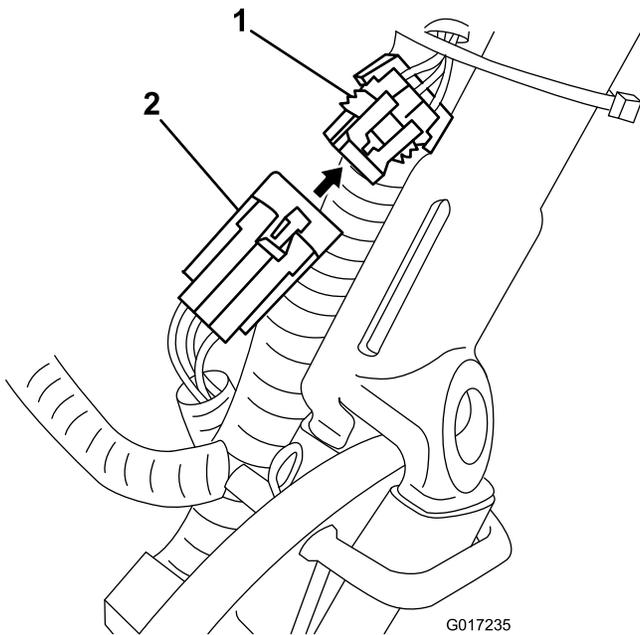

Bild 14
3. Schließen Sie den kleinen Anschluss an der Packung zum Maschinenkabelbaum vom Hauptkabelbaum ab (Bild 14).
- Verlegen Sie das Batteriepack unter und hinter dem Hauptkabelbaum an der linken Seite der Maschine zum Kabelbaum der Maschine und schließen Sie den kleinen 6-Stift-Stecker am Kabelbaum am entsprechenden Stecker am Hauptkabelbaum an, wie in Bild 14 abgebildet.